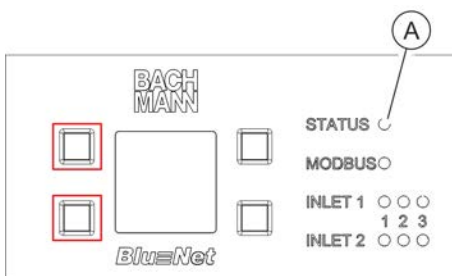

Abb. 95: Display mit Bedientasten
5. Tasten links neben dem Display während des Neustarts drücken (Abb. 95/rote Markierung).
6. Warten, bis die Status-LED weiß leuchtet (Abb. 95/A).
7. Die zwei Tasten links neben dem Display loslassen (Abb. 95/rote Markierung).